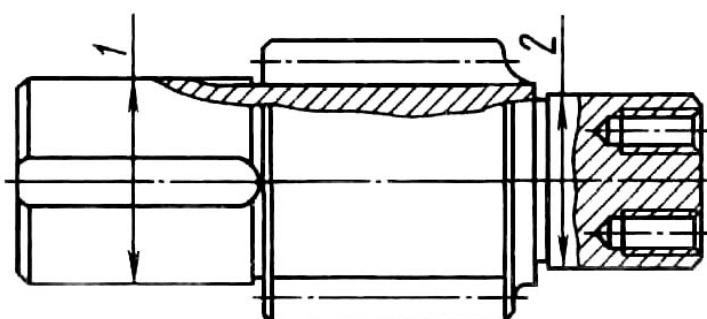

Рис.34. Расположение шеек ведущей цилиндрической шестерни:
**Ведущая цилиндрическая шестерня.** Допускаются износ шейки 2 (рис.34) под конические подшипники до диаметра 64,96 мм, шейки 1 под роликовый цилиндрический подшипник до диаметра 79,98 мм, износ зуба (см. рис.20) по толщине S до размера 13,27 мм на высоте h 11,480 мм.